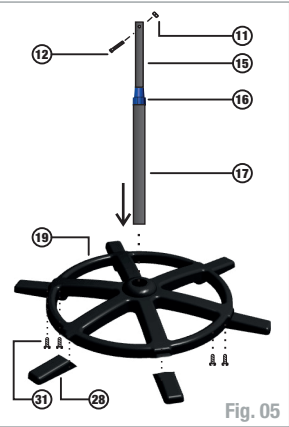

Fig. 05
Coloque o acoplamento (22) na coluna 1 (15), fixando-o com o parafuso (12) e a porca (11), conforme fig. 05.
Encaixe os pés (28) na base. Após, fixe-os com os parafusos (31) Fig 05. encaixe a coluna na base.